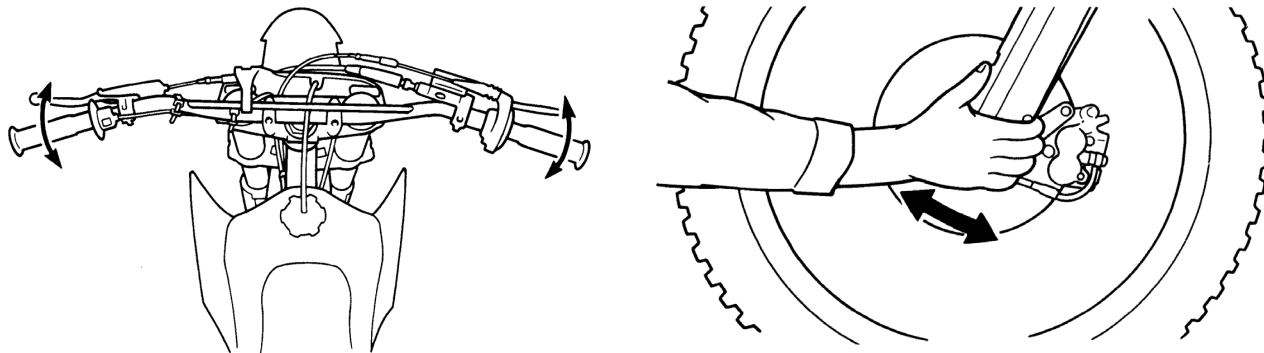

Рисунок 5.32. Проверка рулевой колонки.
2. Встаньте перед мотоциклом. Возьмитесь за вилку (в районе передней оси) и потяните вилку по направлению к двигателю, и обратно см. рис. 5.32 несколько раз. Если подшипники изношены, вы почувствуете люфт или даже услышите щелчок / глухой удар.